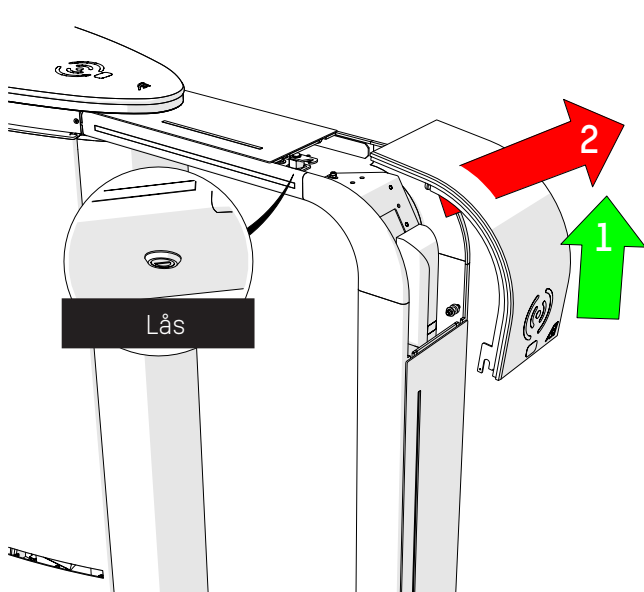

Fig. 80 - Demontera skyddet
2. Ta bort skyddet (⇒ Fig. 80) :
3. Tag bort skyddet (⇒ Fig. 80, page 72):